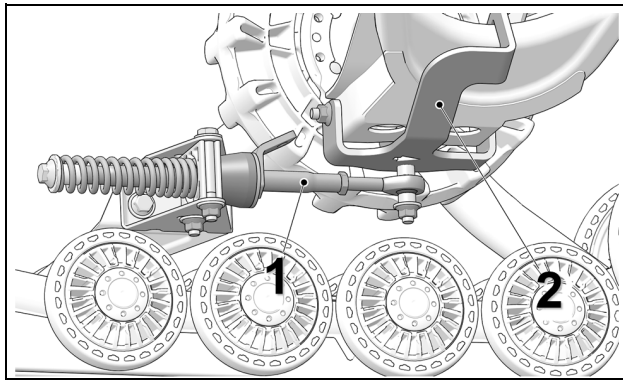

Figure 13
- Le bras stabilisateur (1) doit être fixé à l'ancrage arrière (2) installé au véhicule. Figure 13.
*NOTE: L'ancrage arrière (2) installé sur le véhicule peut différer de celui montré dans l'illustration.*